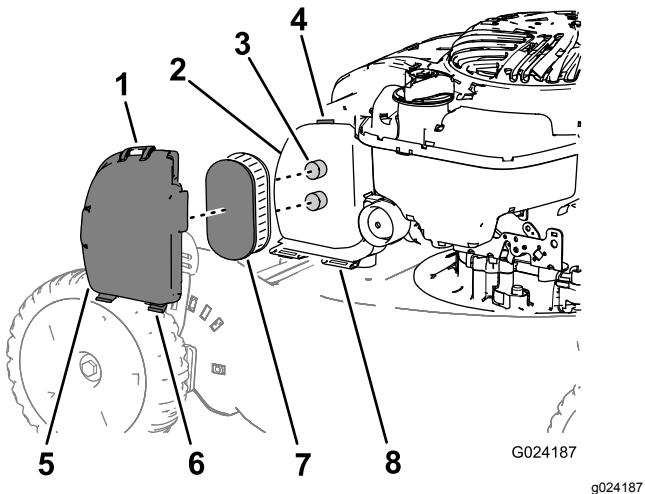

Bild 17
1. Drücken Sie die obere Nase an der Abdeckung des Luftfilters (Bild 17) und öffnen die Abdeckung.
2. Entfernen Sie den Luftfiltereinsatz (Bild 17).